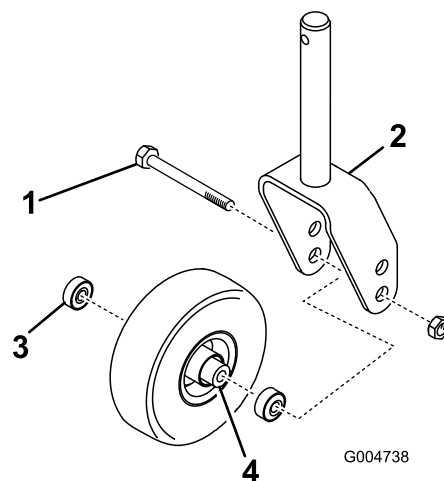

Figure 25
1. Enlevez le contre-écrou du boulon qui fixe la roue pivotante à la chape (Figure 25). Maintenez la roue pivotante et sortez le boulon de la fourche ou du bras pivotant.
2. Enlevez le roulement du moyeu de la roue et laissez tomber l'entretoise à l'extérieur (Figure 25). Enlevez le roulement de l'autre côté du moyeu.